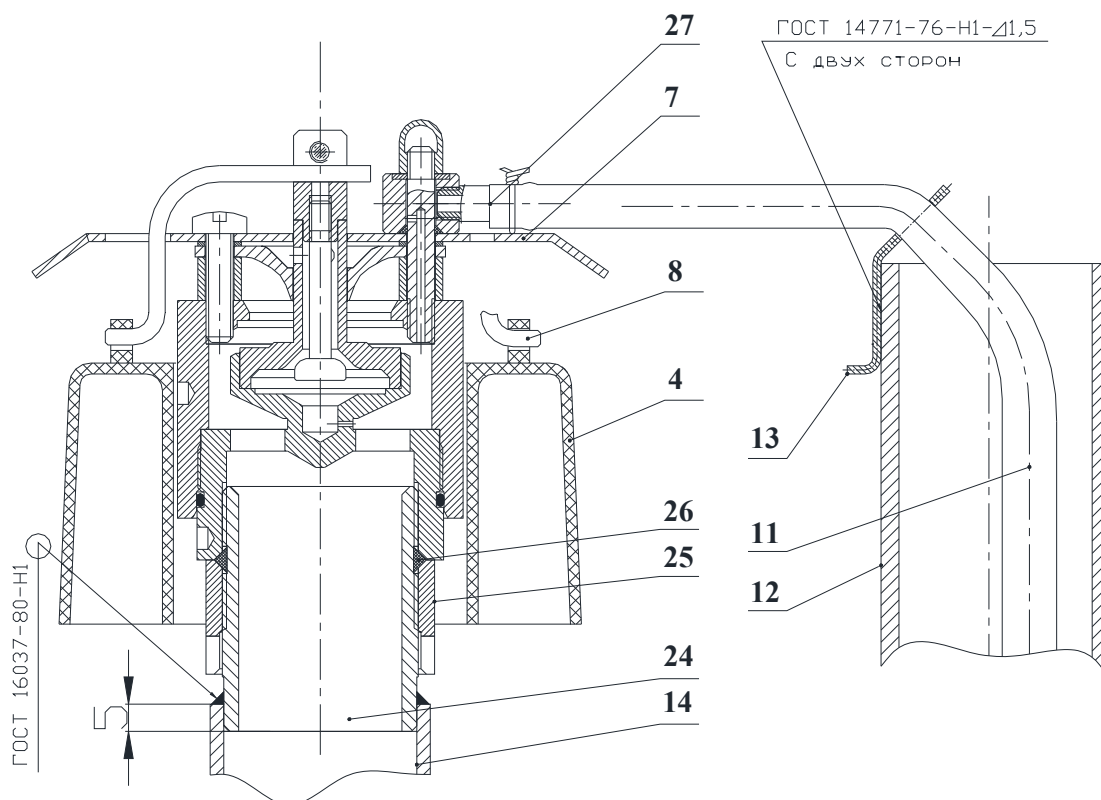

Рис.13
- 2.2.4 Закрутить гайку 25 на соединительную трубу переходную 24. (рис.13).